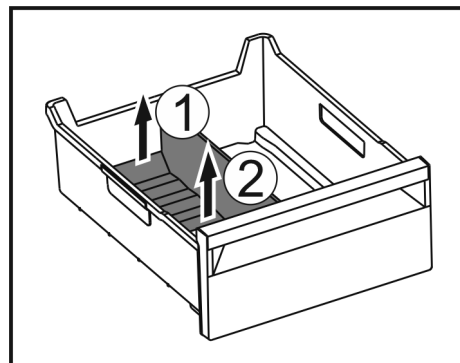

Fig. 146
- ▶ Hinteren Teil des Eisfach-Trenners anheben. Fig. 146 (1)
- ▶ Eisfach-Trenner nach oben entnehmen. Fig. 146 (2)